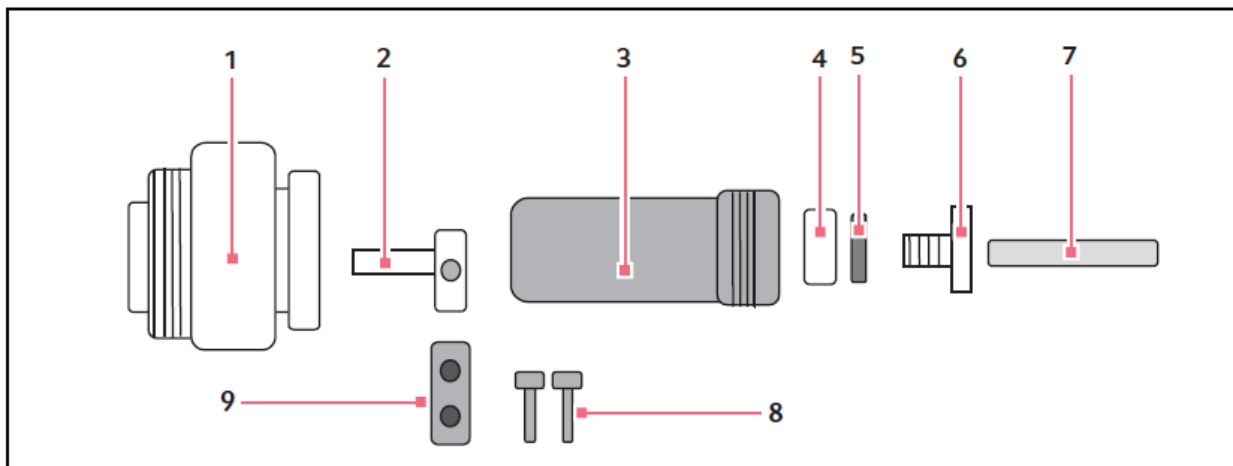

Рис. 8-6: влагозащищенная вилка для внутренней розетки
Розетка перем. тока (см. рис. 8-6 на стр. 69) с крышкой и соответствующей вилкой (входит в комплект) разработана для эксплуатации во влажной среде. Для использования розетки необходимо подсоединить специальную вставную вилку (входит в комплект) к оборудованию, которое будет использоваться с качалкой Innova 42/42R. Если оборудование имеет отсоединяемый провод питания, возможно, будет удобнее выделить отдельный провод питания для использования только с качалкой Innova 42/42R.
1. Присоедините провод питания к вилке. Проденьте провод питания через пластиковую гайку, шайбу, резиновое уплотнительное кольцо и основной корпус (см. рис. 8-6 на стр. 69).